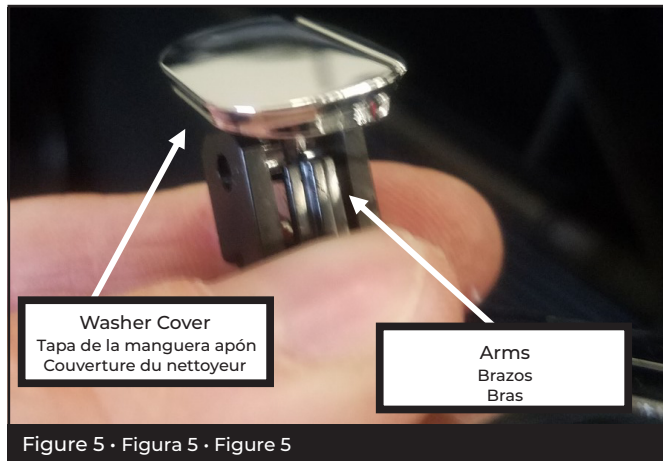

Figure 5 · Figura 5 · Figure 5
5 FRONT CAMERA EQUIPPED TRUCKS: Remove (2) T25 torx screws mounting camera assembly to emblem. Remove spray nozzle cover by gently prying arms with flat head screwdriver. (Fig 5)
- Fr** Camionnettes équipées de caméra avant: Enlevez les (2) vis torx T25 fixant la caméra sur l'emblème. Enlevez le couvercle de la buse en ouvrant doucement les attaches avec un tournevis à tête plate (Figure 5)
5 Install the emblem into the tailgate using the provided flange nuts. Be careful not to overtighten the fasteners and damage the tailgate. (Fig 5)
- Fr** Installez les tiges filetées et serrez à la main. FAITES ATTENTION À NE PAS TROP SERRER. (Figure 5).